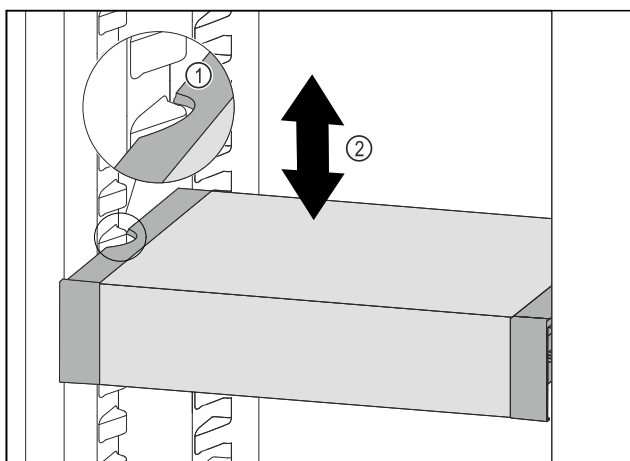

Fig. 35
- ▶ Táhněte VarioSafe dopředu, dokud nebudou boční vybrání VarioSafe na úrovni žebrování na nádoby v chladničce. Fig. 35 (1)
- ▶ Posouvejte VarioSafe v chladničce nahoru nebo dolů, dokud nedosáhnete požadované výšky. Fig. 35 (2)